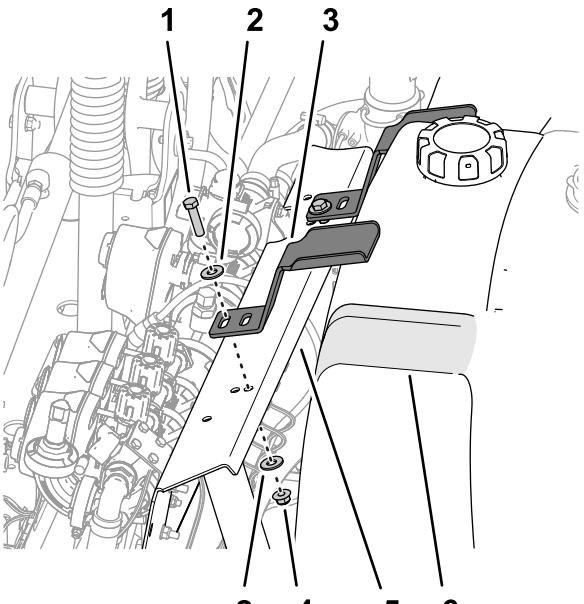

Bild 14
3. Fluchten Sie den Schlitz in der Befestigung mit dem Loch in der Ventilbefestigung aus (Bild 14).
5. Wiederholen Sie die Schritte 2 bis 4 für die andere Befestigung an der anderen Vertiefung im Spülbehälter (Bild 14).
2. Fluchten Sie die Befestigung mit der Vertiefung an der Oberseite des Spülbehälters aus (Bild 14).